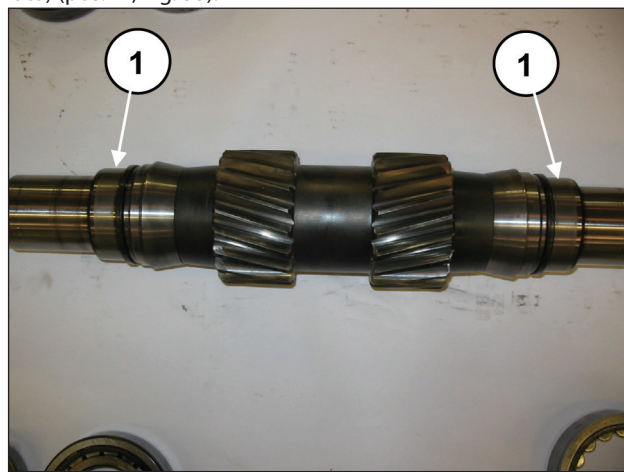

Fig. 53
inserire sull'albero PTO i 2 anelli interni dei cuscinetti (uno per lato) (pos. ①, Fig. 53).